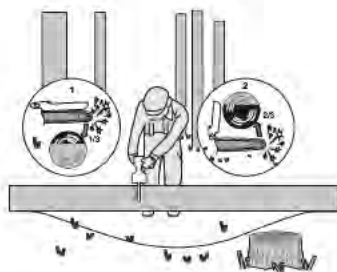

Bild 4
När stocken stöts i båda ändarna, så som visas på bild 4, såga 1/3 diameter från ovasidan (kapning från ovasidan) (1). Gör sen den avslutande kapningen genom kapning från undersidan, från de undre 2/3 (2), för att möta den första sågningen.